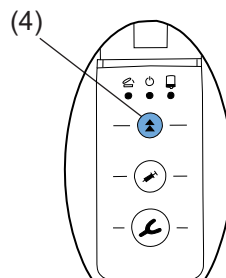

Fig. 5
- Attivare il programma di miscelazione premendo il pulsante del relativo programma (15, fig. 5).